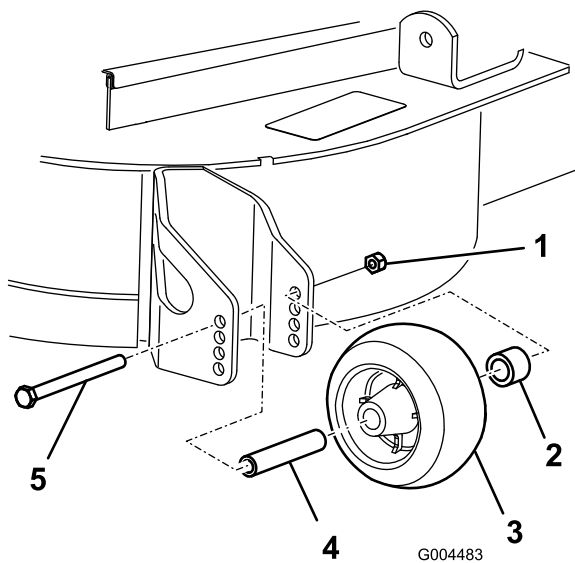

图8
3. 在调节剪草高度后应通过卸下凸缘螺母、衬套、隔片和螺栓来调节滚筒图8。
5. 安装凸缘螺母衬套、隔片和螺栓。上紧扭矩至 5461Nm 图8。